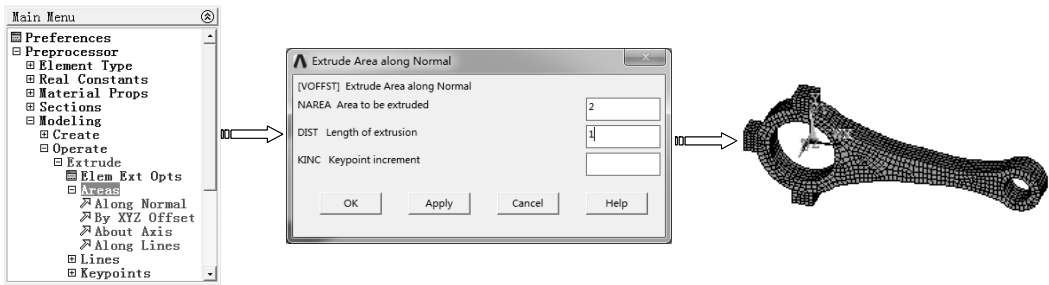

图 7-142 创建拉伸网格
5) 选择“Main Menu>Preprocessor>Modeling>Operate>Extrude>Areas>Along Normal”命令，弹出“Element Area by Norm”对话框，选择绘制好的二维网格面，单击“OK”按钮，系统弹出“Extrude Area along Normal”对话框，在“Length of Extrusion”文本框中设为 1，如图 7-142 所示。单击“OK”按钮完成拉伸网格划分，如图 7-142 所示。